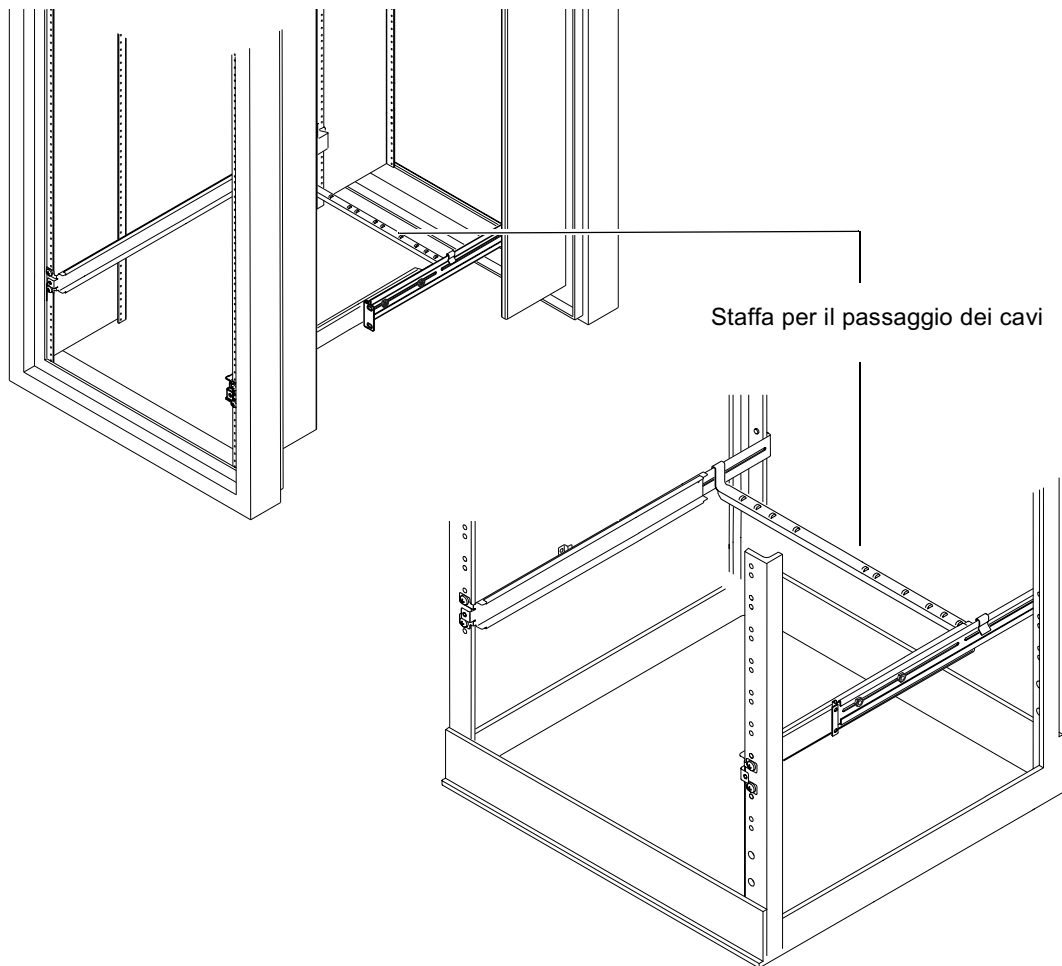

FIGURA 2-9 Inserimento della staffa per il passaggio dei cavi in un rack Sun StorEdge o in un rack standard da 19 pollici
- **Agganciare la staffa sulle guide di montaggio nella parte posteriore del server (vedere FIGURA 2-9).**